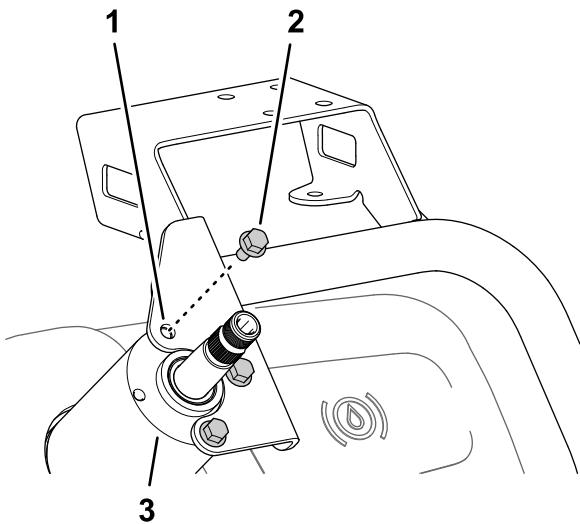

Рисунок 161
- Установите крепление монитора на корпус клапана рулевого управления (Рисунок 161) с